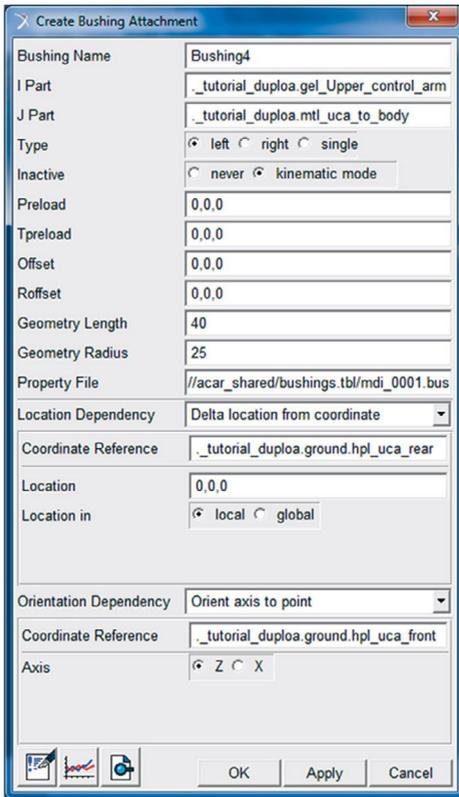

Figura 5.143 – Preenchimento da caixa de diálogo relativa à criação da bucha “*bkl_Bushing4*”.
- Repita os procedimentos e preencha os campos da janela *Create Bushing Attachment*, como ilustrado na Figura 5.143.